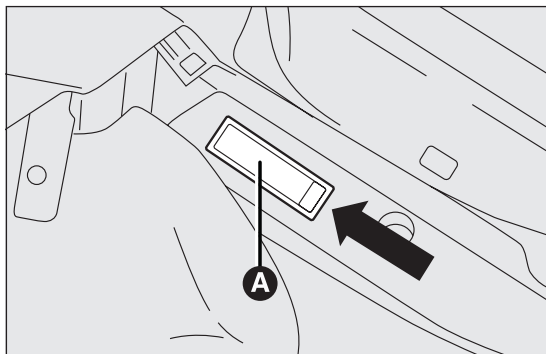

fig. 122
- mediante il cacciavite in dotazione, estrarre la plafoniera A fig. 122 agendo nel punto indicato;